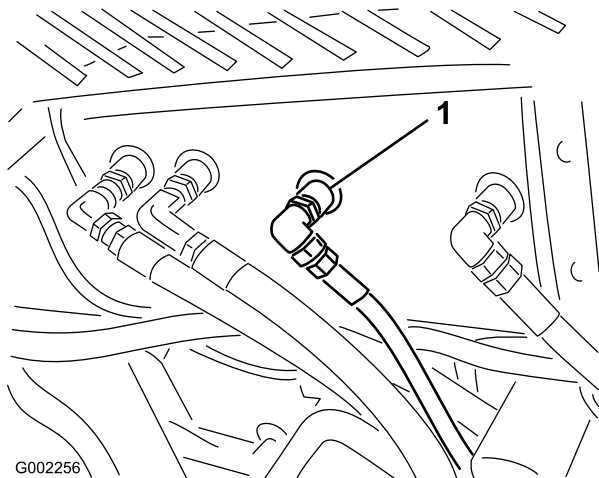

Figura 58
2. Limpe a área em redor do encaixe do tubo hidráulico na parte inferior do depósito de óleo hidráulico (Figura 58).
4. Retire o encaixe da tubagem do depósito, permitindo o escoamento do óleo para o recipiente (Figura 58).